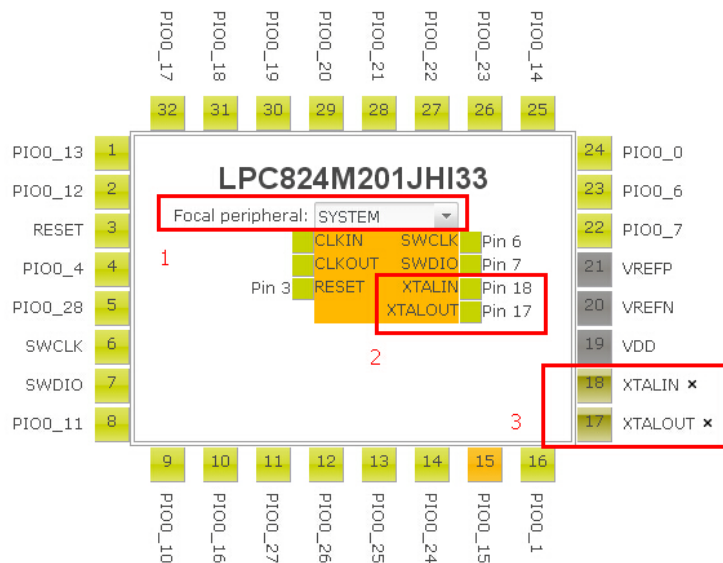

图 4.5 外部晶振引脚
①选择配置的外设，这里选择为系统配置“SYSTEM”，如图 4.5 所示的红框 1。
②分配晶振的XTALIN和XTALOUT到外部引脚上，这两个为固定引脚只能分配到编号为“18”和“17”，点击红框 2 中的XTALIN，可以看到该引脚由亮绿色变为橙色，对应的固定引脚“18”没有变，其他引脚变为暗灰色，表明该功能只能分配到该引脚。再点击“18”就将功能分配到该引脚上。“18”由原来的PIO0\_8变为XTALIN ×，同时颜色由亮绿色变为暗绿色，点击“18” XTALIN右边的“×”可以取消该功能的分配。同样操作XTALOUT的分配。如图 4.5 红框 2 所示，分配完成以后，晶振引脚右边有分配到的引脚编号“Pin 18”“Pin 17”，图 4.5 已将晶振引脚分配到“18”“17”。